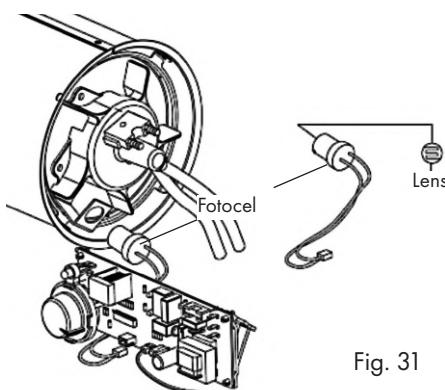

Fig. 31
- Verwijder eerst de bovenkap (2) en de luchtinlaat (15) om toegang te krijgen tot de branderkamer.
- Trek de photocel naar buiten, zie Fig. 31